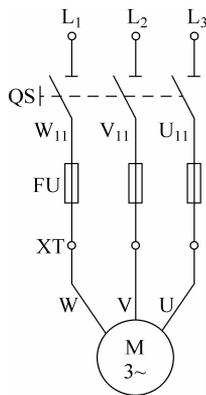

图 3-3 直接启动控制线路电气原理
直接启动属于全压启动控制中的一种,对小容量电动机的启动及对控制条件要求不高的场合,可用胶盖闸刀控制,它不需要通过按钮来控制,称为直接启动控制线路,直接启动控制线路电气原理如图 3-3 所示。
(1) 电气原理如图 3-3 所示,当合上电源开关 QS 时,三相交流电经闭合的 QS 触点、熔断器直接加到电动机 M 的三相绕组 U、V、W,电动机 M 得电启动。